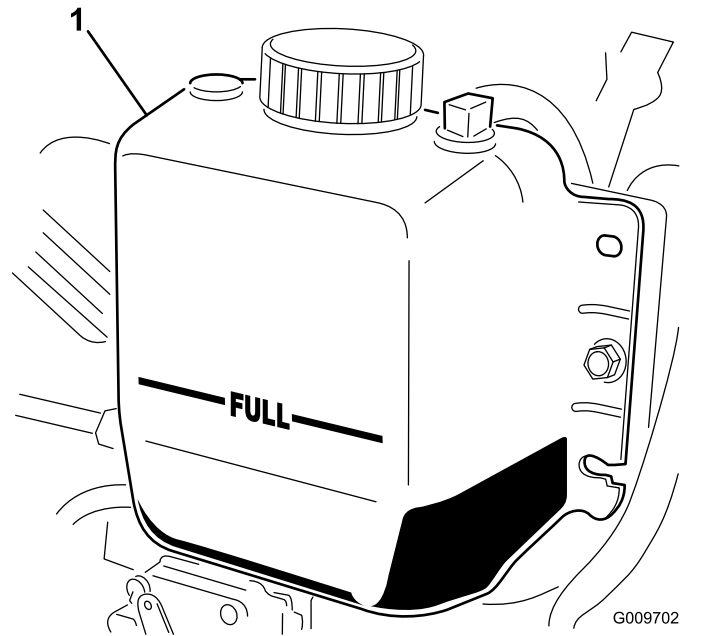

Figure 16
2. Vérifiez le niveau du liquide de refroidissement dans le radiateur. Le radiateur doit être rempli jusqu'en haut du goulot de remplissage et le vase d'expansion jusqu'au repère maximum (Figure 16).